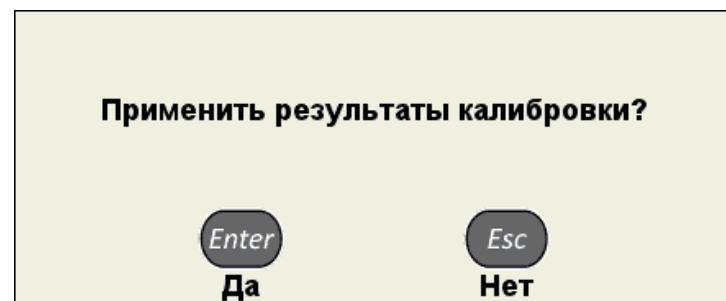

Рисунок 23
- для сохранения настроек нажать клавишу  . Откроется подтверждающее окно (рисунок 23).